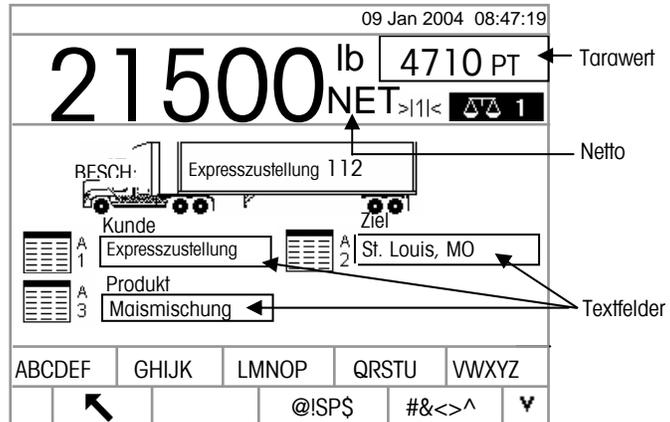

Abbildung 2-13: Tabellen A1–A3 mit Dateneingabebildschirm
1. Der Fokus liegt im Feld A1 (es ist hervorgehoben), wenn der Bildschirm eingeblendet wird. Zum Aufrufen des Feldes A1 wird die ENTER-Taste gedrückt. Die Schnellfunktionstasten und die Anwendungstasten werden zu alphabetischen Tasten (siehe Abbildung 2-13).
2. Verwenden Sie die alphabetischen Tasten und das numerische Tastenfeld, um die Schnell-ID oder kurze A/N-ID der gewünschten Datenbankinformationen in die Textfelder einzugeben, die den Tabellen A1, A2, A3 und A4 (falls aktiviert) entsprechen (siehe Abbildung 2-13).